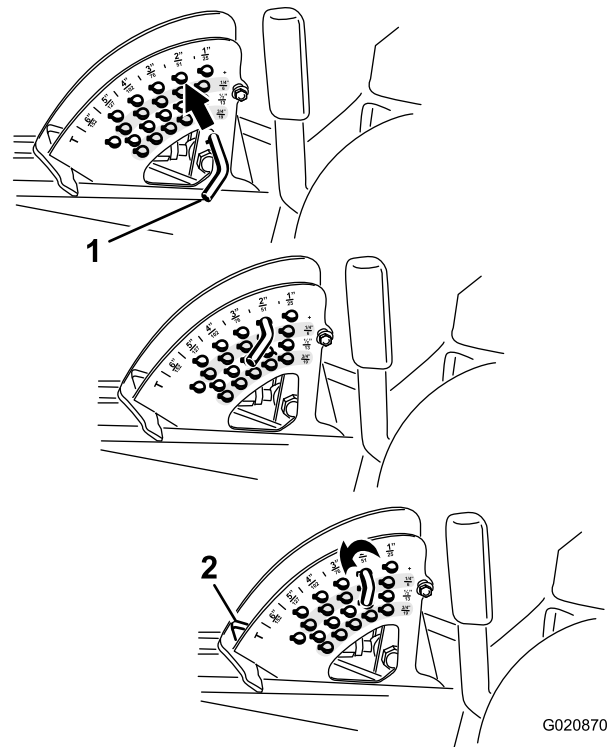

Figura 26
2. Gire el pasador de tope hasta que el pasador cilíndrico que contiene se alinee con las ranuras de los taladros del soporte de altura de corte, y retire el pasador (Figura 26).
3. Seleccione un taladro del soporte de altura de corte que corresponda a la altura de corte deseada, inserte el pasador y gírelo para bloquearlo en esa posición (Figura 26).
Nota: Hay 4 filas de orificios (Figura 26). La fila superior corresponde a la altura de corte impresa encima del pasador. La segunda fila corresponde a la altura impresa más 6 mm ($\frac{1}{4}$ "). La tercera fila corresponde a la altura impresa más 12 mm ($\frac{1}{2}$ "). La fila inferior corresponde a la altura impresa más 18 mm ($\frac{3}{4}$ "). Para la posición de 15.8 cm (6") hay un solo taladro, situado en la segunda fila. Esta posición no añade 6 mm ($\frac{1}{4}$ ") a la altura de 15.8 cm (6").